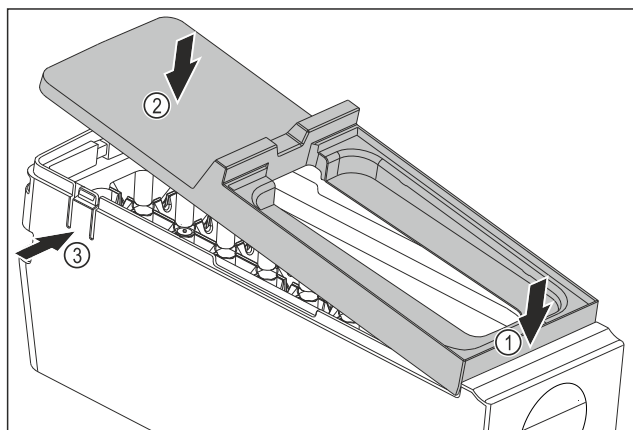

Fig. 86
- ▶ Monter le couvercle du corps de l'EasyTwist-Ice : Placer le couvercle à l'avant. Fig. 86 (1)
- ▶ Abaisser le couvercle à l'arrière. Fig. 86 (2)
- ▷ L'enclenchement du couvercle dans les deux languettes Fig. 86 (3) se fait entendre.